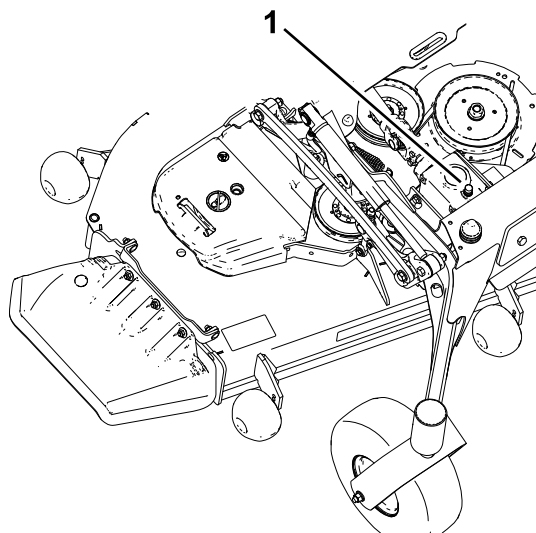

Figura 51
5. Retire a vareta/tampão de enchimento da parte superior da caixa de velocidades e verifique se há lubrificante entre as marcas da vareta (Figura 51).